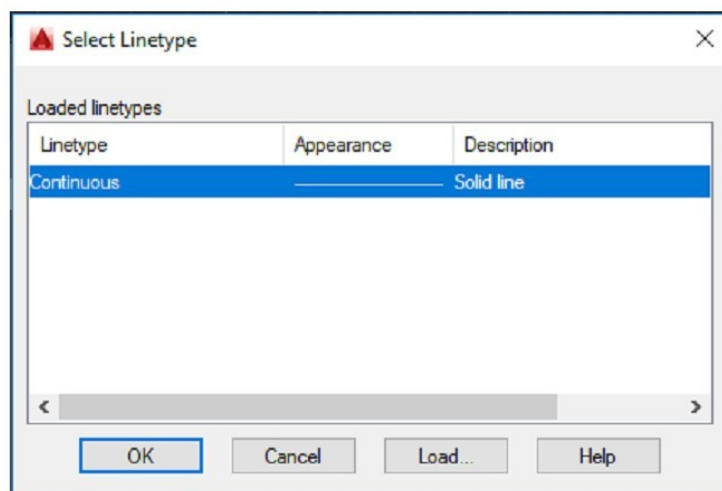

Figura 7.3 - Janela **Select Linetype**.
5. Clique com o botão esquerdo do *mouse* sobre *linetype* no *layer* verde contínuo. Aparecerá uma janela de definição de traçados (figura 7.3). Nesta janela só haverá, inicialmente, um tipo de traço (contínuo). Para utilizarmos outros tipos de traço, devemos escolhê-los em uma outra janela. Pressionamos, então, o botão **LOAD** para carregar, na janela **Select Linetype**, os tipos de linhas desejados.